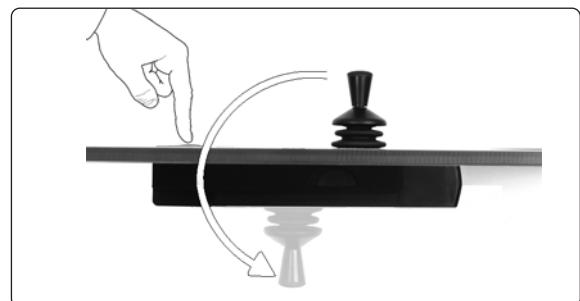

Bild 3. Panelen går att vända. Tryck ned knappen i framkant och vrid panelen framåt 180 grader.
6. Panelen kan vändas 180 grader för att på så sätt få en plan bordsskiva. Se *bild 3*.